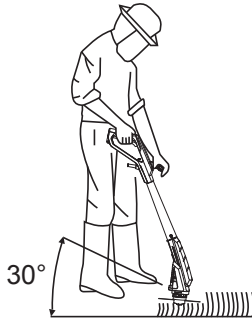

Fig. 8
4. Sostenga el cabezal de corte (10) justo por encima del suelo en un ángulo de aproximadamente 30° (Fig. 8).